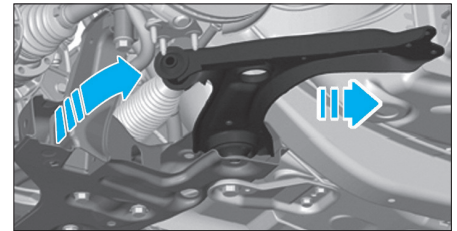

FIG. 39
- Basculer le bras de suspension vers l'arrière et l'extraire du berceau comme illustré (Fig.39).